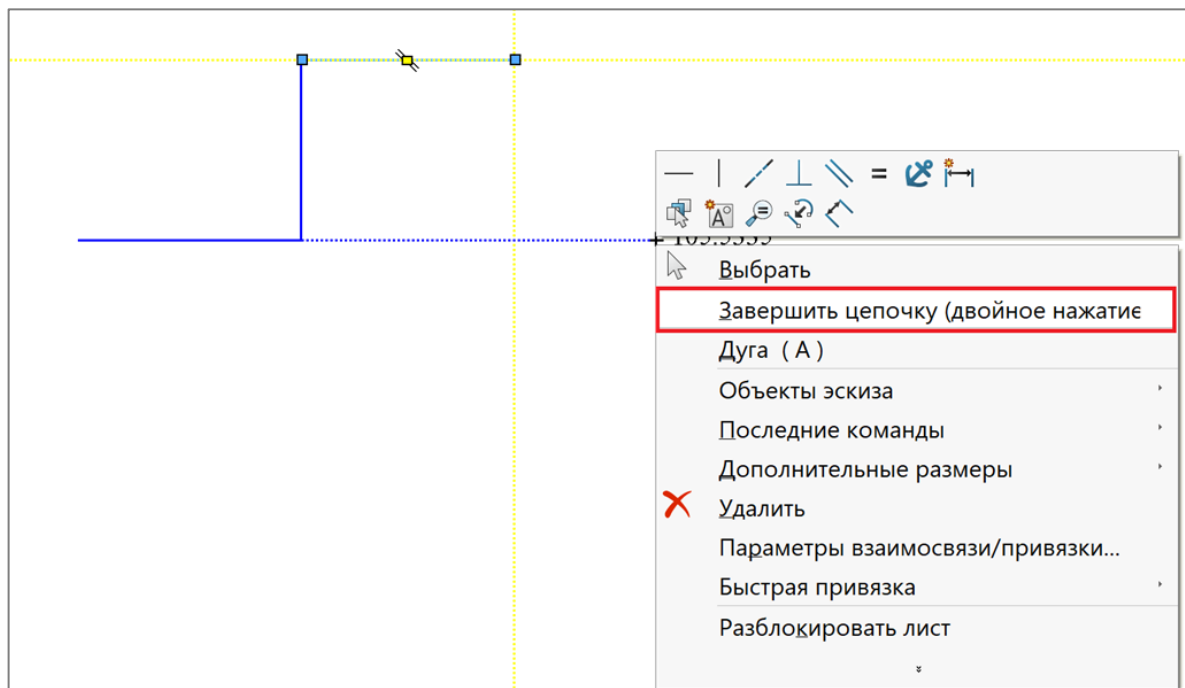

Рисунок 1.17 – Побудова лінії
2. Режим **«натиснути-натиснути»** – проєктування об'єкта починається і закінчується при натисканні кнопки миші, проєктується об'єкт переміщенням між двома цими натисканнями. Для того, щоб закінчити побудову, необхідно здійснити подвійне клацання миші, або викликати контекстне меню правою кнопкою миші, з якого вибрати «Завершити ланцюжок» (рис. 1.17).